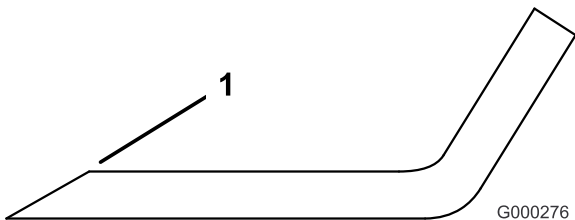

Figure 80
1. Au moyen d'une lime, aiguiser les tranchants aux deux extrémités de la lame (Figure 80). Veillez à conserver l'angle de coupe d'origine. Limez la même quantité de métal sur chacun des deux tranchants pour ne pas déséquilibrer la lame.